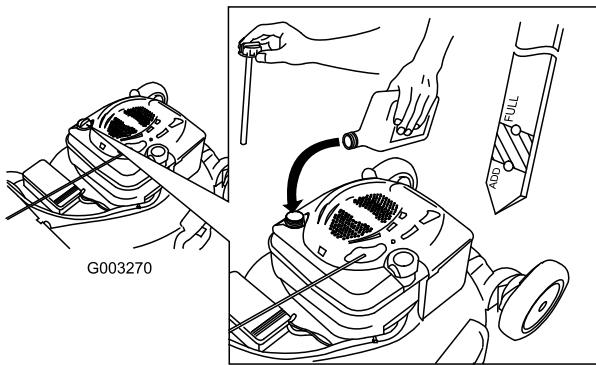

Figura 6
1. Retire la varilla (Figura 6).
2. Vierta lentamente aceite en el tubo de llenado hasta que el nivel llegue a la marca Full de la varilla (Figura 6). **No llene demasiado.** (Capacidad máxima: 0,59 l, tipo: SAE 30, aceite detergente con clasificación de servicio API SF, SG, SH, SJ, SL o superior.)